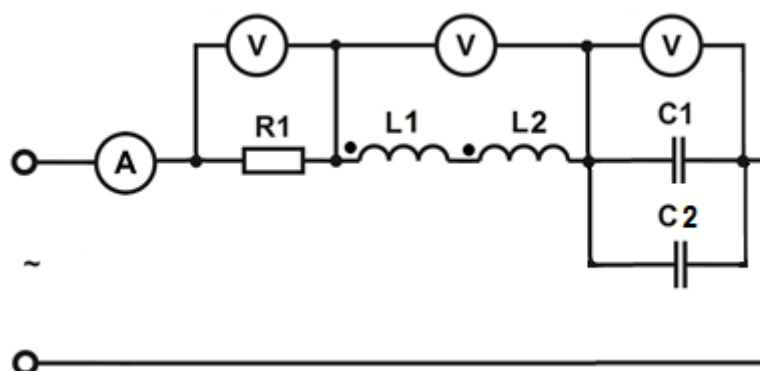

Рисунок 3.2 – Схема эксперимента
2. Что такое резонанс? Назовите пути достижения этого режима в неразветвленной цепи (рисунок 3.2).
3. Может ли напряжение на реактивном элементе неразветвленной цепи (рисунок 3.2) быть больше входного напряжения?